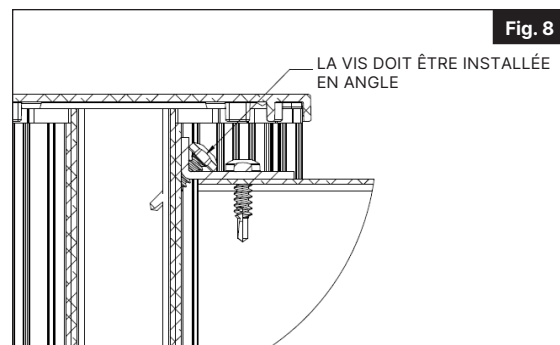

Fig. 8
8. Sur le dessus de la dernière lame, placez le petit support en L contre le renfort de poteau et, à l'aide des vis no 10 de 19 mm (¾ po) fournies, fixez le support à la lame. Vissez ensuite le support au renfort de poteau à un angle de 45 degrés (Fig. 8).